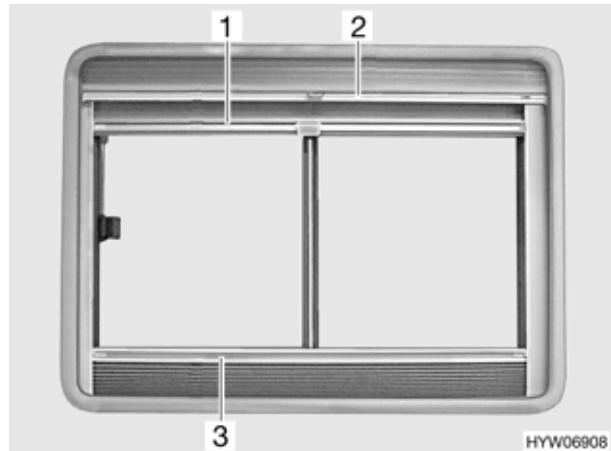

Fig. 41 Finestra apribile in posizione di "aerazione continua"
- aerazione continua (Fig. 41)